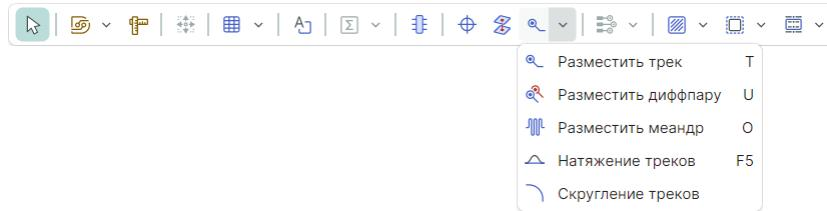

Рис. 110 Встроенная панель редактора платы
- «Встроенная панель инструментов» – настройки включения/выключения отображения встроенной панели инструментов и выбор расположения данной панели в окне редактора. Внешний вид встроенной панели редактора платы представлен на Рис. 110.